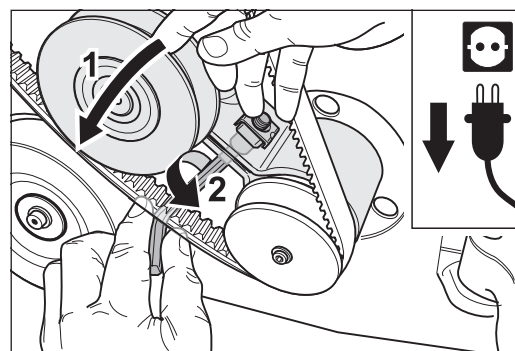

Abb. 97 Zum Spannen des Keilriemens für den Ventilator den Riemenspanner nach links drücken (1) und gleichzeitig die Klemmschraube vorsichtig festziehen (2).
- 6 Drücken Sie den Riemenspanner nach links und spannen Sie damit den Keilriemen für den Ventilator (Abb. 97, 1). Halten Sie den Keilriemen in seiner Position fest und ziehen Sie gleichzeitig die Klemmschraube am Riemenspanner vorsichtig fest (Abb. 97, 2).